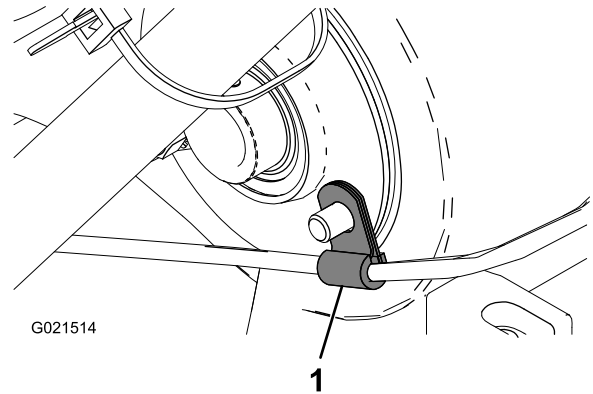

Bild 4
20. Befestigen Sie den neuen Bowdenzug mit dem alten Bowdenzugclip hinten am Differenzialgehäuse (**Bild 4**).